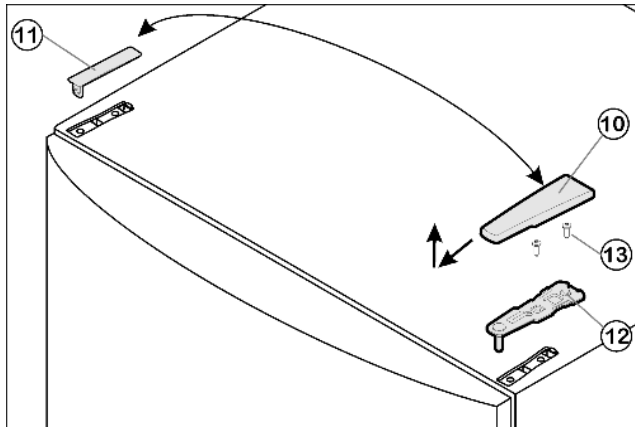

Fig. 6
- ▶ Retire hacia delante y hacia arriba la cubierta Fig. 6 (10).
- ▶ Desmonte la cubierta Fig. 6 (11).
- ▶ Desatornille el soporte de cojinete superior Fig. 6 (12)(2 Torx 25) Fig. 6 (13) y extráigalo hacia arriba.
- ▶ Inserte el soporte de cojinete superior *Fig. 6 (12)* en el nuevo lado de la bisagra y en la puerta.
- ▶ Atornille el soporte de cojinete superior *Fig. 6 (12)* (2 Torx 25) *Fig. 6 (13)*. Dado el caso, grabe los agujeros de tornillo o utilice un destornillador de batería.
- ▶ Encaje la cubierta *Fig. 6 (10)* y la cubierta *Fig. 6 (11)* en el lado opuesto, respectivamente.